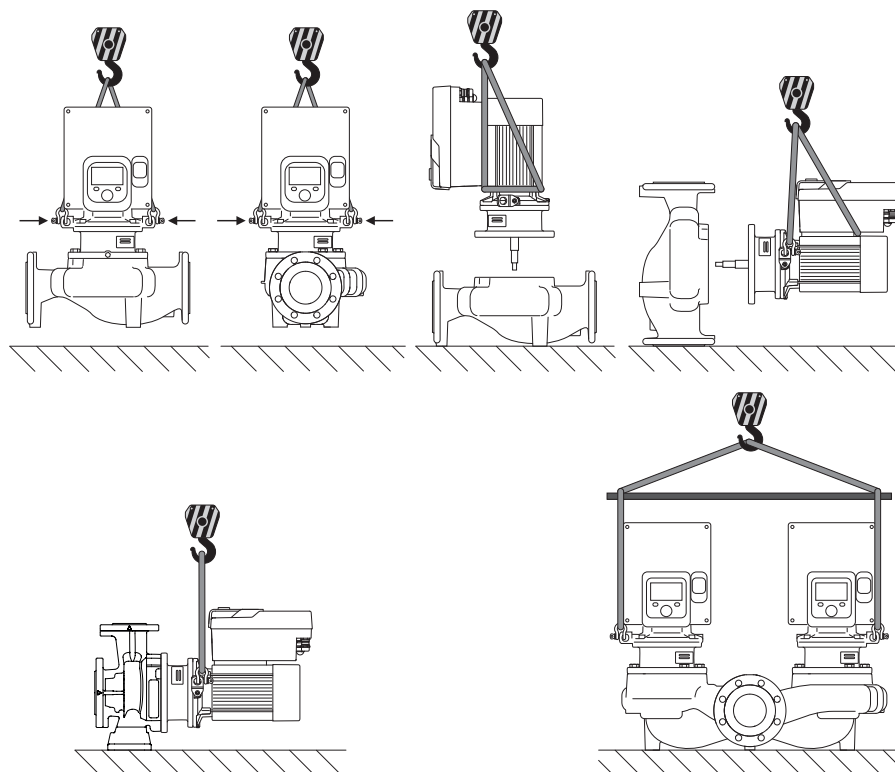

Fig. 6: Emelési irány
A szivattyú szállítását engedélyezett teherszállító eszközök (csigasor, daru stb.) segítségével kell elvégezni. A teherszállító eszközöket a motorkarima szállítógyűrűihez kell rögzíteni. Ha szükséges, tolja az emelőhurokot az adapterlemez alá (Fig. 6).
2. Biztosítékként megfelelő emelőeszközökkel rögzítse a behelyezhető készletet (Fig. 4) a szállítógyűrűkön. A Fig. 6 szerint helyezzen egy hevedert a motor és az elektronika-modul adaptere köré, hogy ne boruljon fel az egység. A rögzítéskor kerülje el az elektronikamodul sérülését.